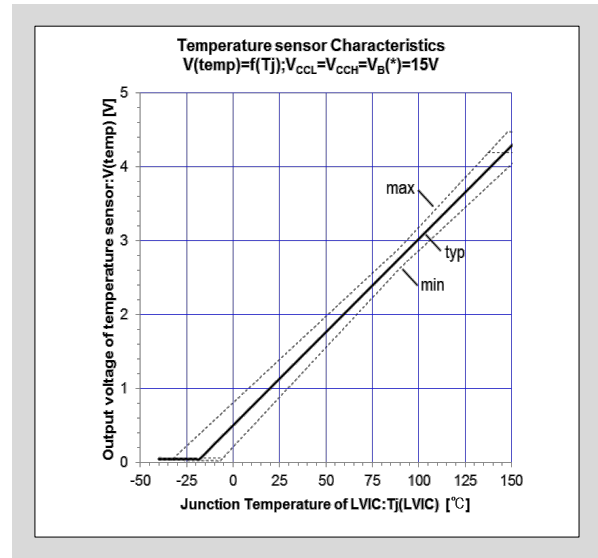

図3-25 LVIC温度とTEMP出力電圧特性
- 図3-25にプルダウン抵抗22k Ω を接続した場合のTEMP端子出力電圧特性を示します。